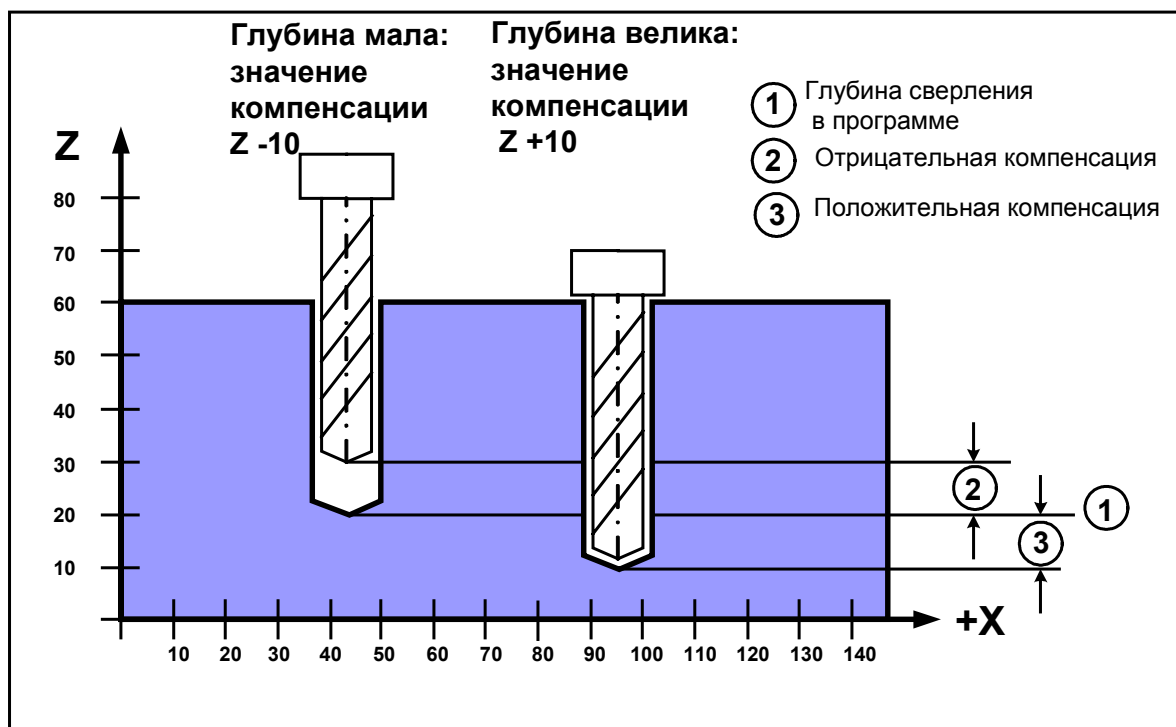

Рис.78.
2. Компенсация длины инструмента (см. рис.78).